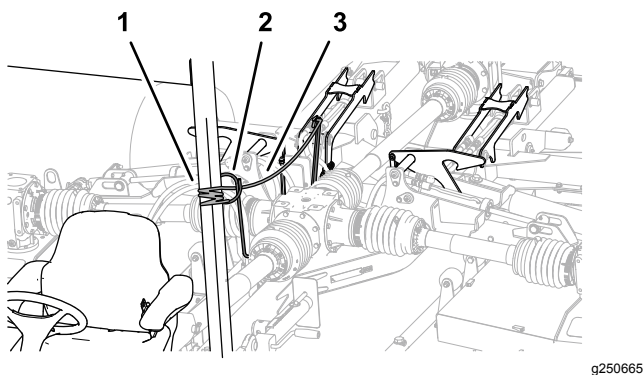

Figura 28
- Passe a corda de bloqueio da plataforma da guia de tubagem para o banco do operador (Figura 28).
2. Ate a corda ao componente do chassi fixo do veículo de reboque como se fosse um tubo ROPS (Figura 28).